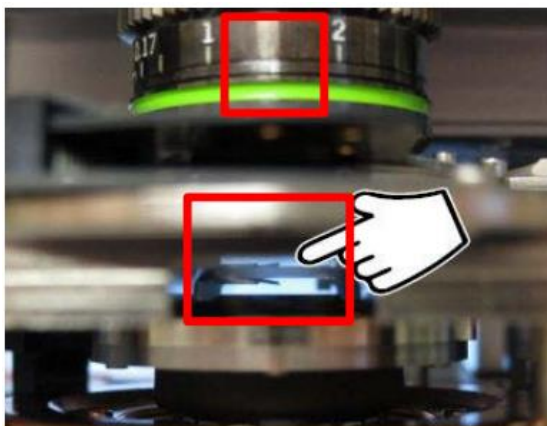

图 6-6
(3) 将 Scanner 推回初始位置, 并将其右侧的黑色把手拉下, 确认物镜的聚焦校正环(图 6-6) 对应 1.5 的位置, 关上隔音罩。
(4) 肉眼观察探针和样品之间的距离，并小心缓慢的旋转 AFM 主机上的旋钮，直至探针下降至样品表面 2-3mm 左右的位置。